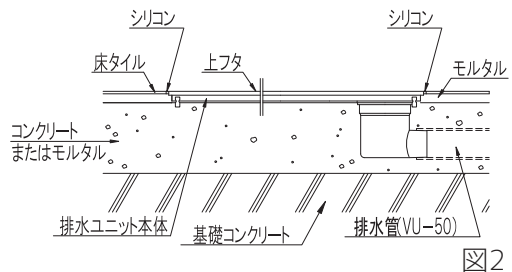

図2
(1) 排水トラップの取り付け
- ①排水ユニット本体にトラップを取り付けてください。
(2) 排水ユニットの取り付け
- ①排水ユニットを仮据えし、床仕上げ面の勾配に揃えてください。
- ②排水管の内面に接着剤を塗布し、排水ユニット（トラップ排水口）と排水管を接続してください（図2）。
排水ユニット周囲と仕上げ材の間にある程度のすき間を設けるように床仕上げをおこない、すき間はシリコンでコーキングしてください（図2）。